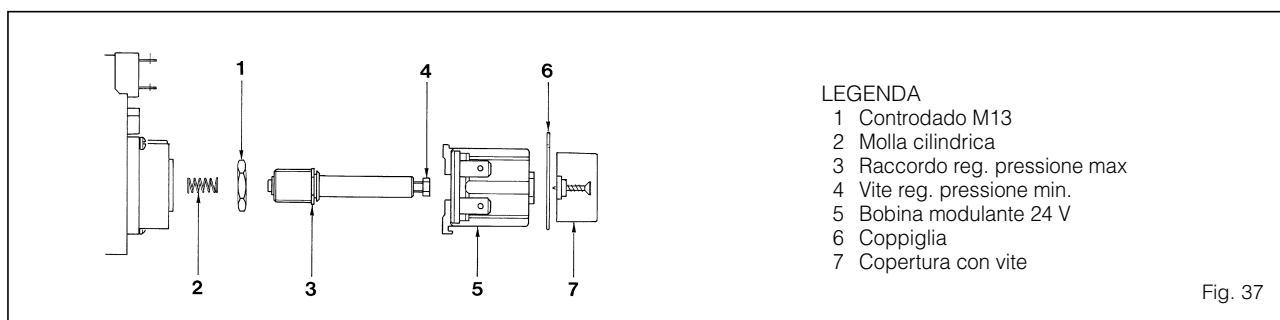

Fig. 37
- Nelle vers. "MURELLE 20 CE - 20 BF CE" svitare la termocoppia interrotta (6), il raccordo del tubetto di alimentazione pilota (3) e togliere l'elettrodo di accensione (5).
- Togliere il bruciatore pilota (8) e sostituire l'ugellino pilota (4).
- Sfilare il gruppo bruciatore (11).
- Procedere alla sostituzione degli ugelli principali (12) posti sul collettore (9), interponendo la rondella in rame (10); per eseguire tale operazione usare una chiave fissa  $\varnothing 7$ .
- **Nelle versioni con valvola gas V4600N sostituire la molla cilindrica (2 fig. 37) della bobina modulante**